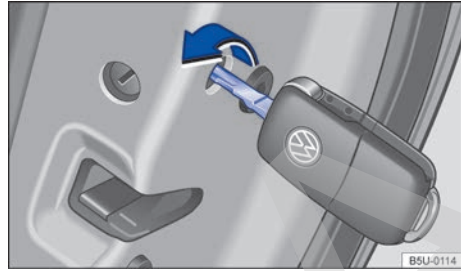

Fig. 151 Bloqueo de emergencia del vehículo con la llave del vehículo.
- Insertar la varilla de la llave en la hendidura vertical y girar hacia adentro del vehículo ⇒ **fig. 151**, en el sentido de la flecha.